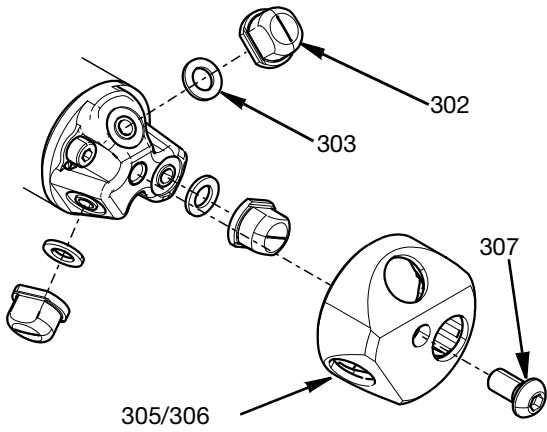

FIG. 9
- Ta bort munstyckslocket (305/306) med munstycken (302) genom att ta bort M6-skruven (307).
- Munstyckspackningen (303) kan sedan tas bort. Se FIG. 9.